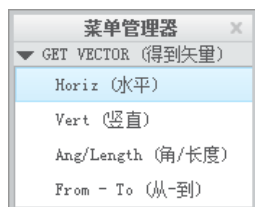

图 4.9.16 “得到矢量”菜单
(1) 在功能选项卡区域的 **草绘** 选项卡中单击“平移”按钮 ，选取 Step3 中生成的图元组作为平移对象，单击鼠标中键，系统弹出图 4.9.16 所示的 **GET VECTOR (得到矢量)** 菜单。